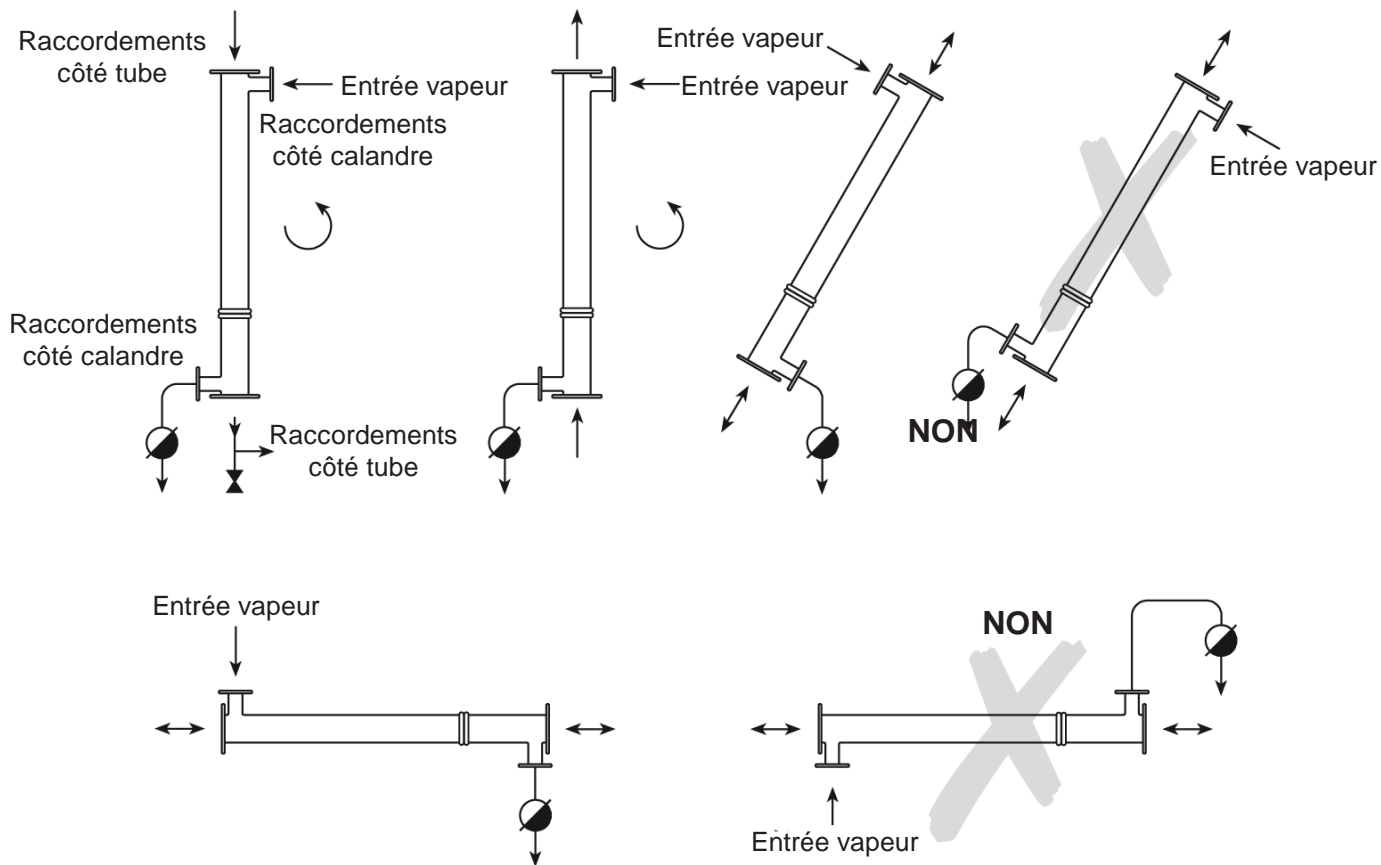

Fig. 3 - Position de montage avec de la vapeur comme fluide primaire
4.4 Grâce à ses caractéristiques de conception, cet échangeur de chaleur peut être monté dans toutes les positions avec le fluide secondaire dans n'importe quel sens. Pour un encombrement réduit et un encrassement minimal, le système doit être positionné verticalement. Grâce à un montage vertical avec écoulement latéral du tube de haut en bas, il sera plus difficile pour les substances d'adhérer aux parois et de rendre plus facile l'expulsion du calcaire et détritiques de l'échangeur de chaleur. Ceci fournit un piège efficace pour les impuretés incrustées et les sédiments. Les figures 3 et 4 illustrent toutes les positions de montage possibles.